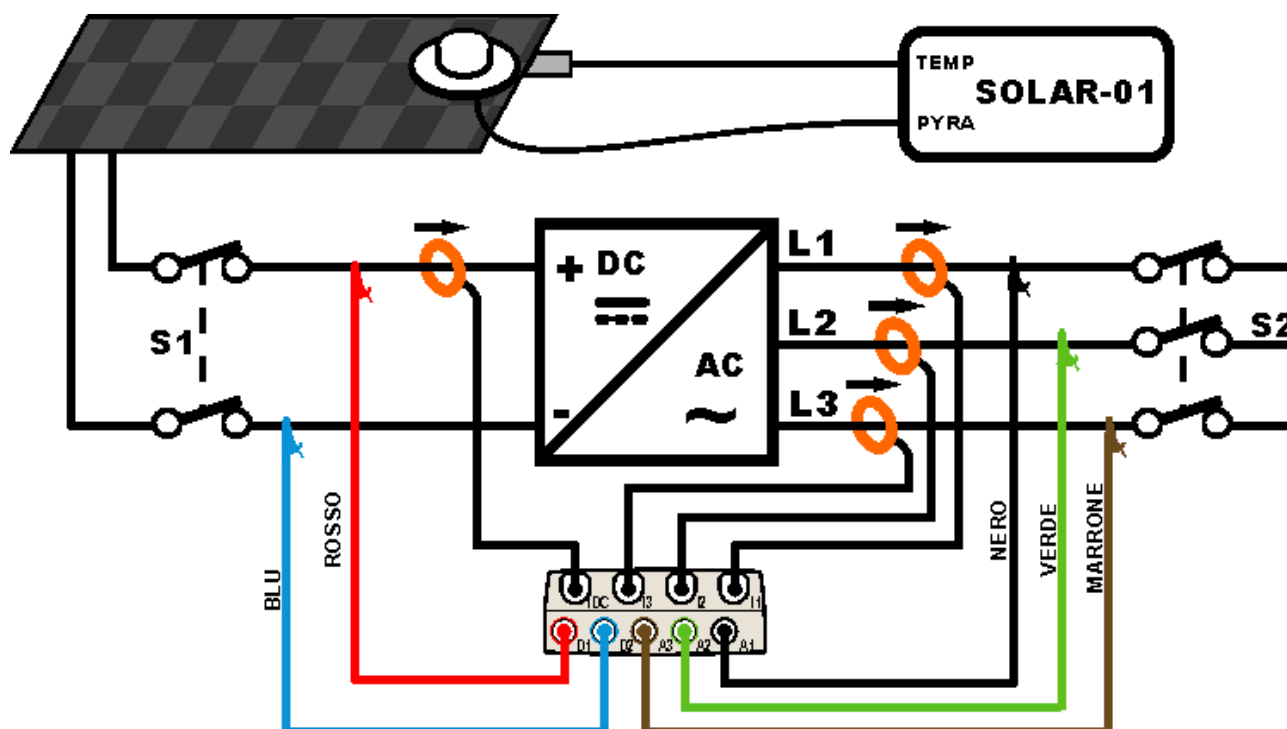

Fig. 226: Ligação do instrumento num Sistema FV-3 com SOLAR-01
2. Ligar as entradas **D1** e **D2** respectivamente aos pólos positivo e negativo de saída da stringa. Ligar as entradas **A1**, **A2**, **A3** aos condutores de Fase respeitando as cores como se mostra na Fig. 226
3. Ligar a pinça de corrente CC ao condutor positivo na saída da *stringa* **respeitando o sentido da seta** presente na referida pinça conforme indicado na Fig. 226. **Verificar o estado das pilhas internas da pinça antes da ligação.**
4. Ligar as pinças CA aos condutores de Fase L1, L2, L3 **respeitando o sentido da seta** presente nas referidas pinças conforme indicado na Fig. 226. Ligar a saída das pinças respectivamente às entradas **I1**, **I2**, **I3** do instrumento.